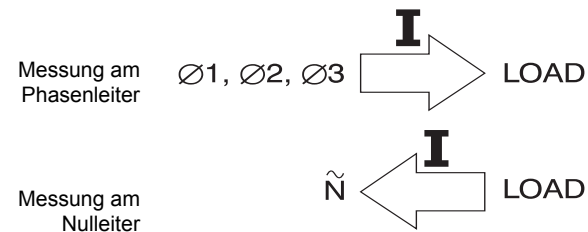

Abbildung 4. Orientierung der Stromzange
- Achten Sie darauf, daß der Pfeil an der Klemmbacke der Stromzange bei Phasenmessungen in Richtung der Last bzw. bei Nullpunktmessungen in entgegengesetzte Richtung zeigt. (Siehe Abbildung 4.)